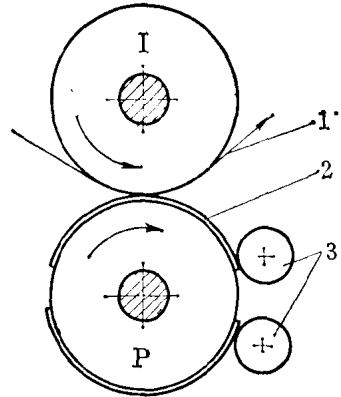

图1-10 圆压圆型印刷机原理示意图
(3) 圆压圆型印刷机：圆压圆型印刷机一般称为轮转机，其工作原理如图1-10所示。